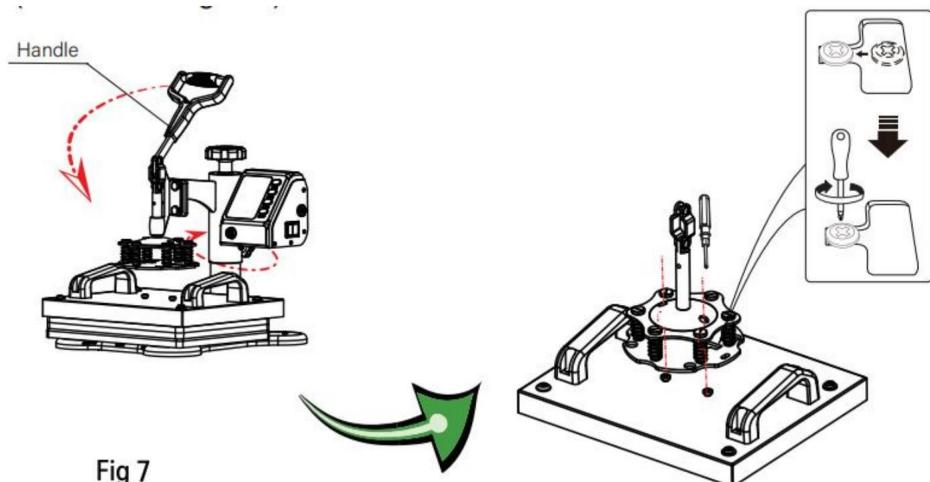

Fig 7
6. Drehen Sie den Kopf zurück in die Ausgangsposition und drücken Sie den Griff vorsichtig nach unten, sodass die Kappe der Linsenkopfschraube über der Druckplatte in den Schlitz einrastet. Fixieren Sie sie dann mit einem Schraubendreher (siehe Abb. 7).